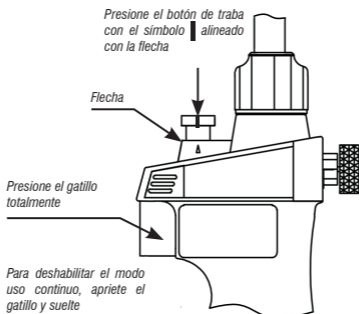

Figura 11 – Activando el modo de uso continuo
1. Verifique que el botón de traba y destraba del gatillo (9) esté en la posición  (consulte la tabla 2) y el soplete esté con la llama encendida (Figura 11).
2. Presione el gatillo (3) totalmente y apriete el botón de traba y destraba del gatillo (9) para abajo.
3. Sujete el botón de traba y destraba del gatillo (9) y suelte el gatillo (3).